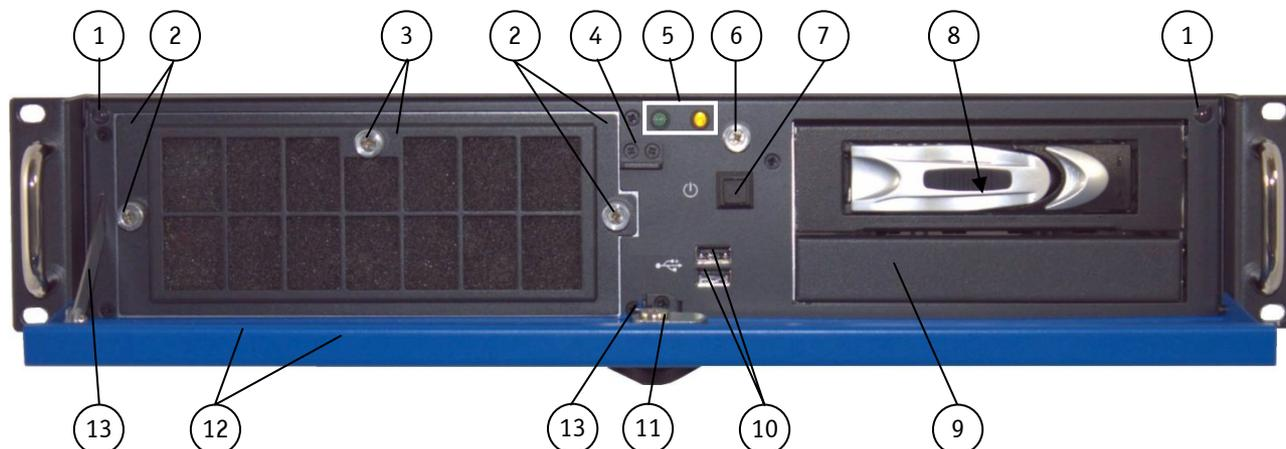
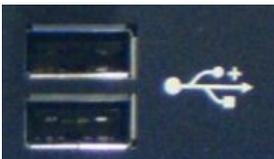

Abb. 9: Frontseite (Rackmount-Version) mit geöffneter Frontklappe
Abb. 12: USB-Anschlüsse an der Frontseite
An der Frontseite (Abb. 9), hinter der Frontklappe befinden sich: der Power-Taster die Power- und HDD-LED, die USB-Schnittstellen, die Laufwerken und der Lüftereinschub.
Der Power-Taster (siehe Abb. 10, und Abb. 9, Pos. 7) befindet sich an der Frontseite der Plattform, hinter der Frontklappe und ermöglicht das System ein- oder auszuschalten. Bitte beachten Sie die Einstellungen für „Restore on AC Power Loss“ im BIOS Setup. Optionen dafür sind: Power On/ Power Off/Last State.
Das Ausschalten des Geräts mittels des Power-Tasters (siehe Abb. 9, Pos. 7) trennt die KISS 2U V2-Plattform nicht von dem AC/DC-Versorgungsstromkreis.
AC-Wide-Range-Netzteil: Bitte beachten Sie, dass der Ein-/Aus-Schalter dieses Netzteils (Abb. 22) die KISS 2U V2-Plattform nicht vom AC-Versorgungsstromkreis trennt. Auch wenn Sie das System mit dem Power-Taster (siehe Abb. 9, Pos. 7) oder mit dem Netzteilschalter ausschalten, liegt weiterhin eine 5V Standby-Spannung auf dem SBC/Mainboard an (siehe auch Hinweis im Kapitel 7.2.4).
Die Anzeigeelemente (siehe Abb. 9, Pos. 5 und Abb. 11) der KISS 2U V2-Plattform befinden sich an der Frontseite, hinter der Frontklappe.
KISS 2U V2 verfügt über zwei USB(2.0)-Anschlüsse (Abb. 9, Pos. 10 und Abb. 12) an der Frontseite. An diese Anschlüsse können verschiedene USB-kompatible Peripheriegeräte angeschlossen werden.
Die Deckel-Anziehschraube (Abb. 9, Pos. 6) sichert den Deckel an der Frontseite des Gehäuses.
- die Deckel-Anziehschraube (Abb. 9, Pos. 6) an der Frontseite
Die Filtermatte und der Filtermattenhalter (Abb. 9, Pos. 3) befinden sich hinter dem Lüftungsgitter der Frontklappe (Abb. 7, Pos. 3). Der Filtermattenhalter (Abb. 46, Pos. 4) ist mittels einer Rändelschraube (Abb. 46, Pos. 5) an den Lüftereinschub (Abb. 42) befestigt. In dem Filtermattenhalter ist eine Filtermatte eingesetzt (siehe Abb. 48). Diese Matte schützt Ihr System gegen Staub und Verschmutzung (siehe Kapitel 10.2 „Reinigen der Filtermatte“).
Die zwei Systemlüfter sind in einem benutzerfreundlichen, austauschbaren Lüftereinschub (Hot-Swap) fest eingebaut (siehe Kapitel 7.2.6 „Lüftereinschub und Temperaturfühler“. Der Lüftereinschub (Abb. 9, Pos. 2) kann während des Betriebs ausgetauscht werden (siehe Kapitel 10.1 „Ersetzen der Systemlüfter“).
Abhängig von der bestellten Plattformkonfiguration, kann Ihr System mit bis zu zwei Laufwerksschächten ausgestattet sein (siehe Abb. 9, Pos. 8 und 9; Konfiguration mit einer internen Festplatte):
Laufwerksschacht	Beschreibung (siehe Abb. 9)